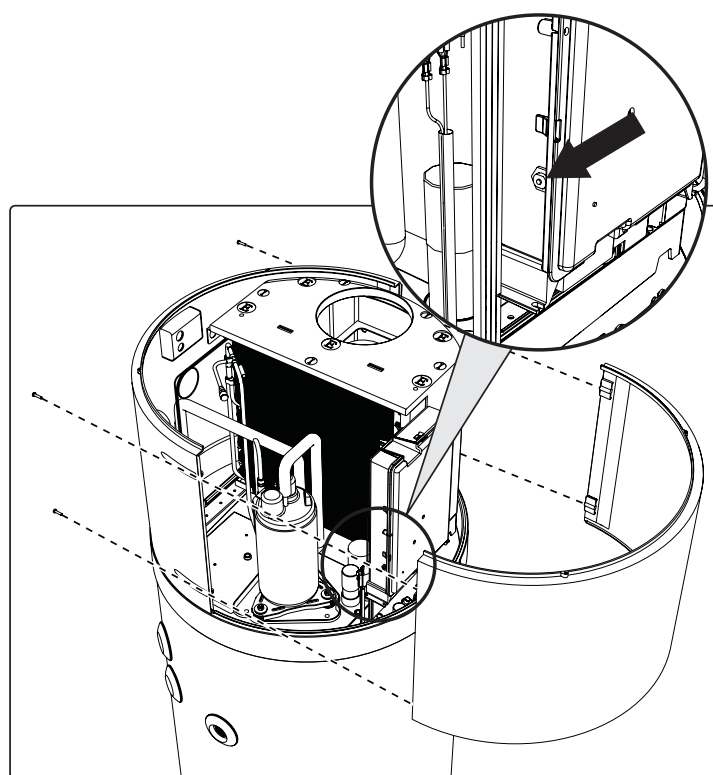

fig. 28 - Rimozione del pannello anteriore
- Rimuovere il pannello anteriore e resettare manualmente il termostato di sicurezza intervenuto (fig. 28). In caso di intervento, il perno centrale del termostato fuoriesce di circa 2 mm.